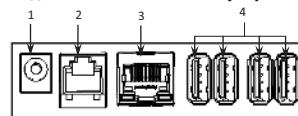

Рисунок 3. Подключение внешних устройств
- Ethernet (сетевой кабель должен быть установлен в разъем Ethernet (рисунок 3));